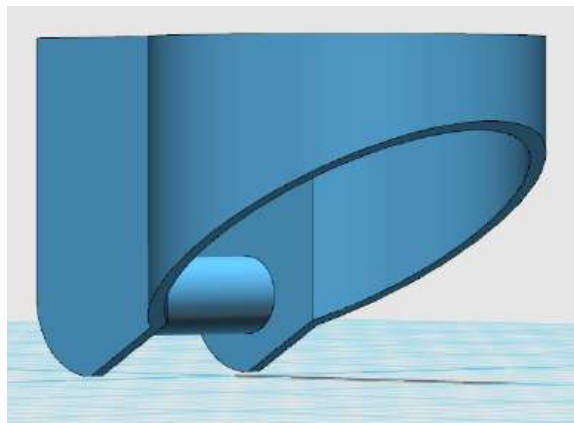

图 7-15
8. 点击绘制好的草图，选择拉伸减运算，并且方向为双向，高度为 20。完成后如图 7-15 所示。